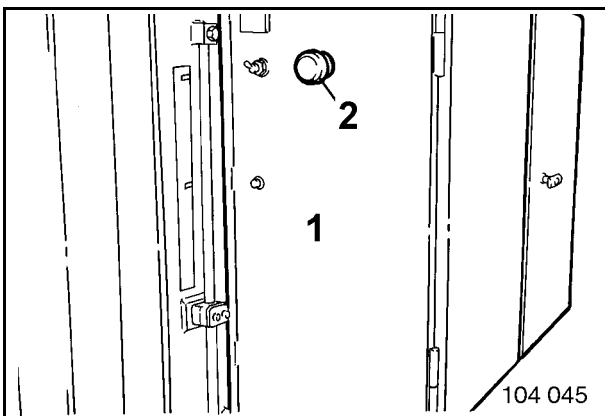

Fig. 2-17:
- im Schaltschrank (2, Fig. 2-17:)